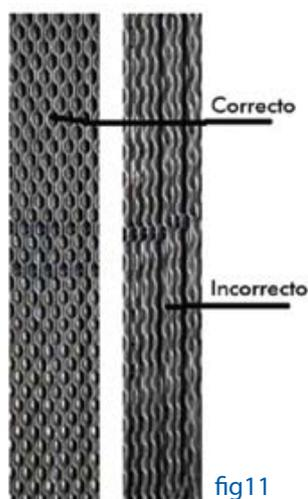

fig11
- se as bordas das placas formam um padrão tipo colmeia de abelha então a sequência de montagem esquerda/direita está correta, veja a fig 11.